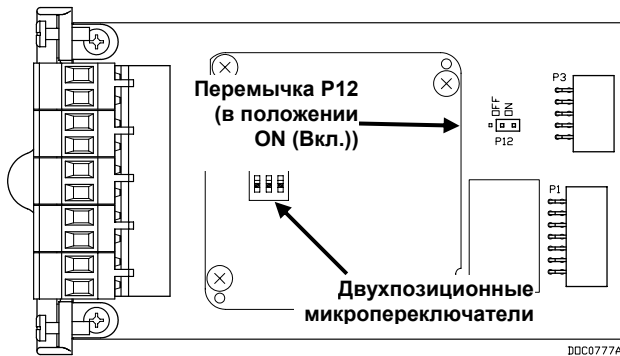

Рис. 7. Переключатель P12 на модуле H1 PWR
5. Поместите модуль так, как показано на Рис. 7.